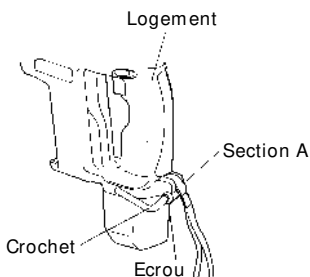

Fig. 4
- (1) Insérez le crochet dans la section A du corps principal puis tournez-le en sens horaire pour régler le jeu entre le logement et le crochet à la position appropriée. Serrez l'écrou en sens horaire pour fixer solidement le crochet. (Fig. 4)
- (2) Vous pouvez suspendre le crochet à votre ceinture ou sur un tuyau dont de diamètre ne dépasse pas 18 mm.